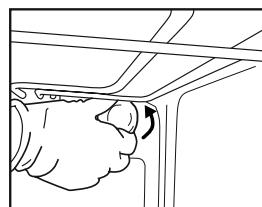
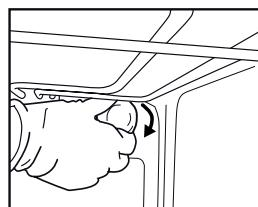

Fig. 6
Fig. 7
- 2.** Dévissez le couvercle de l'ampoule (Fig. 6), remplacez l'ampoule (voir la remarque pour le type d'ampoule), puis revissez le couvercle de l'ampoule (Fig. 7).